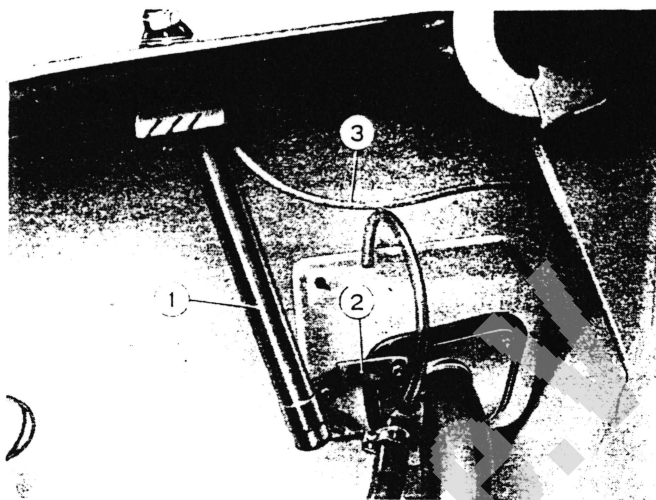

Abb. 126. - Einbau der Antenne.
- den unteren Bügel an eine Stiftschraube der Dichtung am Benzineinfüllstutzen befestigen (2, Abb. 126). Dazu die mitgelieferte Beilagscheibe verwenden;
- das Antennenkabel hineinstecken (3, Abb. 126) und durch das in der Trennwand zwischen Kofferraum und Fahrgastraum befindliche Loch in das Wagennere führen und unter der hinteren Sitzbank und unter der Bodenverkleidung bis zum Stecker am Radio verlegen.